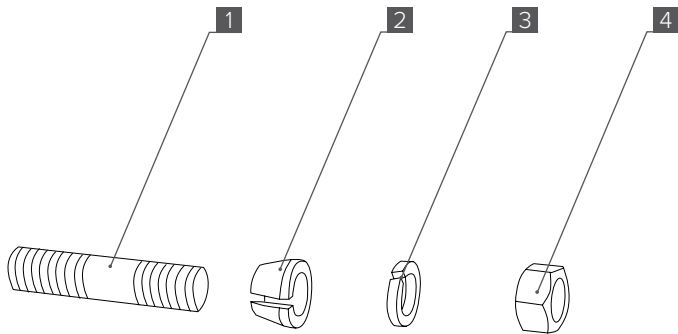

Рис. 1
**Элементы комплекта крепежа фланца ступицы УАЗ (Рис.1):**